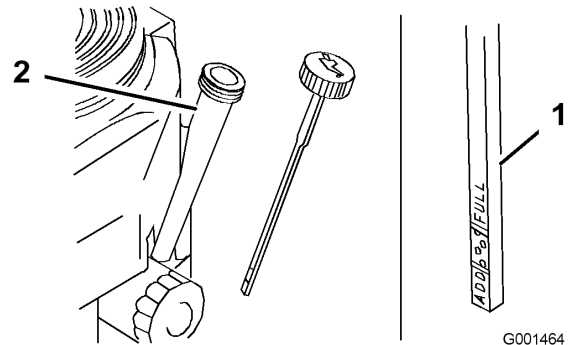

Figure 20
4. Nettoyez la surface autour de la jauge d'huile (Figure 20) pour éviter que des impuretés ne s'introduisent dans le goulot de remplissage, ce qui risquerait d'endommager le moteur.
5. Retirez la jauge d'huile et essuyez soigneusement son extrémité (Figure 20).
6. Remettez la jauge au fond du tube de remplissage, mais sans la visser (Figure 20).
9. Versez avec précaution environ 80% de la quantité d'huile spécifiée dans le goulot de remplissage (Figure 20)